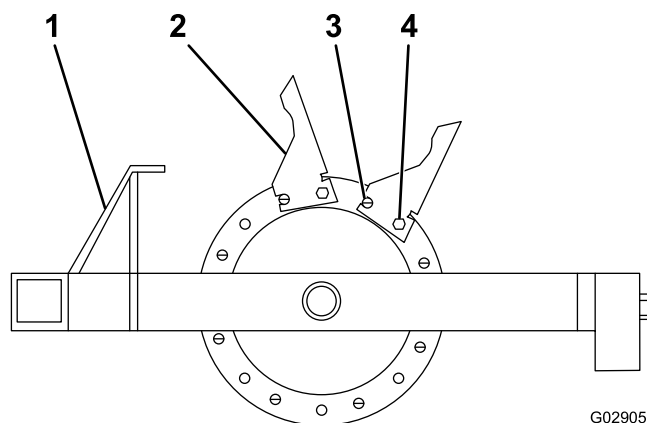

Рисунок 20
1. Начните с наружной литой детали и установите зубья, как показано на **Рисунок 20**.
2. Установите все 8 зубьев на литую деталь, используя цилиндрический штифт и болты ($\frac{1}{2}$ x $1\frac{3}{4}$ дюйма) и убедившись в том, что цилиндрический штифт находится в переднем положении (**Рисунок 20**).